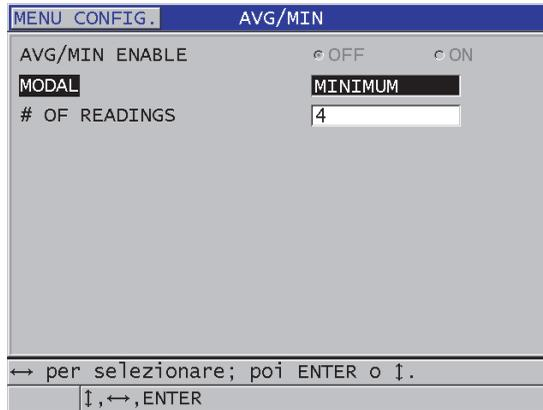

Figura 10-16 Apertura della finestra di dialogo di misura media e minima
3. Nella schermata AVG/MIN (vedere Figura 10-16 a pagina 177):